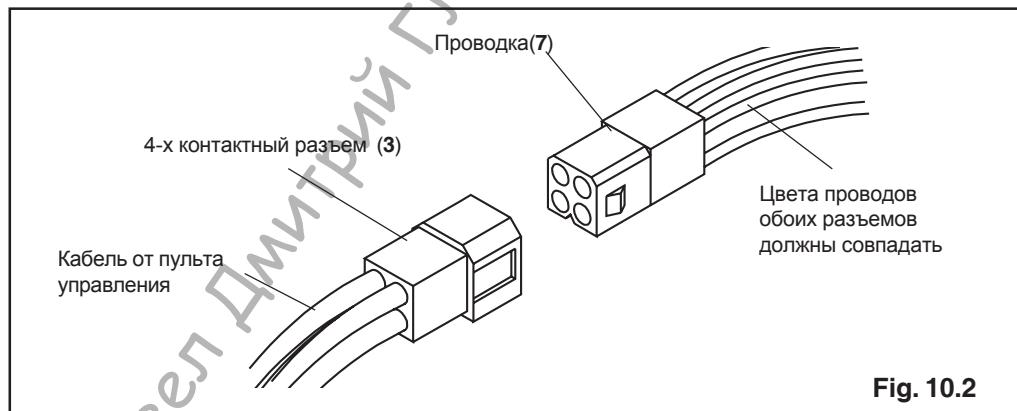

Fig. 10.2
1. Выберите подходящее место расположения пульта управления (1) (см. Рис 10.1)
8. Подключите кабель к четырех-контактному разъему (3). При подключении убедитесь в соответствии цветов проводов цветам на разъеме (см. рис. 10.2)